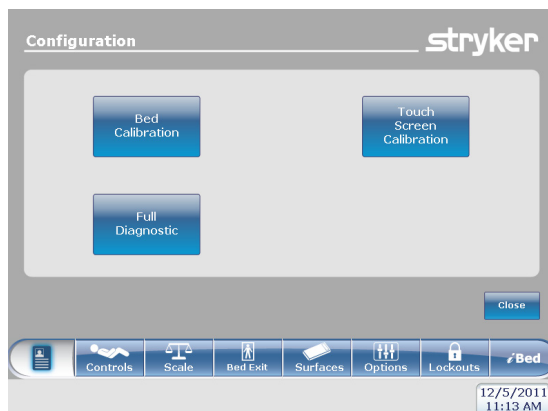

Abbildung 3: Punkte im Menü des Bildschirms „Configuration“ (Konfigurationsbildschirm)
Die folgenden Punkte A, B und C sind Konfigurationstasten, die auf dem Konfigurationsbildschirm zur Verfügung stehen und angezeigt werden (Abbildung 3).
1. Zum Start der Bettkalibrierung die Taste „Bed Calibration“ (Bettkalibrierung) auf dem Bildschirm „Configuration“ (Konfigurationsbildschirm) drücken (siehe Abbildung 3).